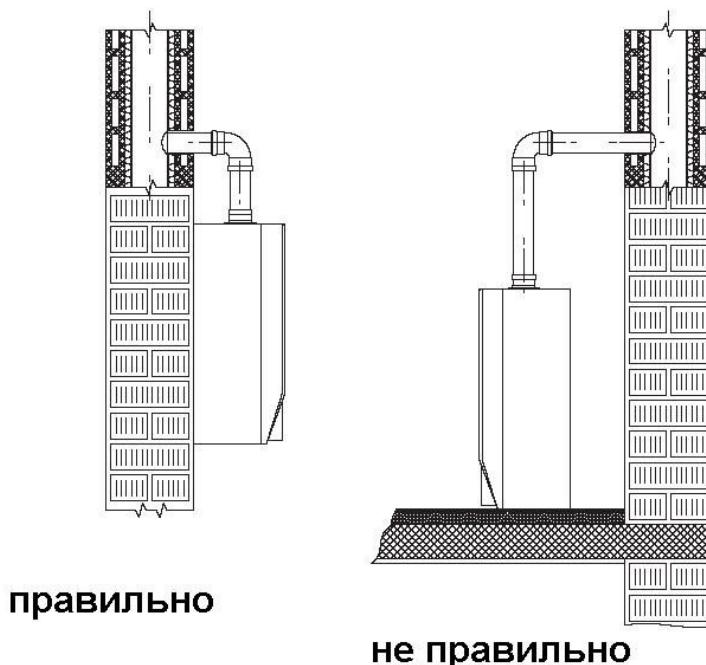

Рис.1 – Монтаж котла на стене.
- Требования к установке нагревателя:** аппарат разработан только для подвески на стене. Стена должна быть гладкой, то есть без выступов или без отверстий, открывающих доступ к задней стенке аппарата. Котел ни в коем случае не предназначен для установки на станине или на полу (см. Рис.1).